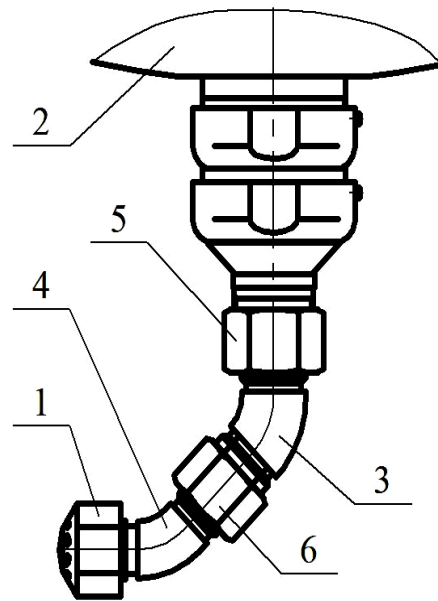

Рисунок 17
2.2.6 Вместо трубной разводки МУПТВ может быть оснащен одним насадком-распылителем «ТРВ-Тунгус-Df» (для тушения очагов пожара классов А, В) или «ТРВ-Тунгус-Dc» (для тушения открытых проливов горючих жидкостей), обеспечивающим с помощью переходника (см. рисунок 17) направленную (под любым углом) подачу ОТВ в зону пожара с целью устранения затененных «мертвых» зон.